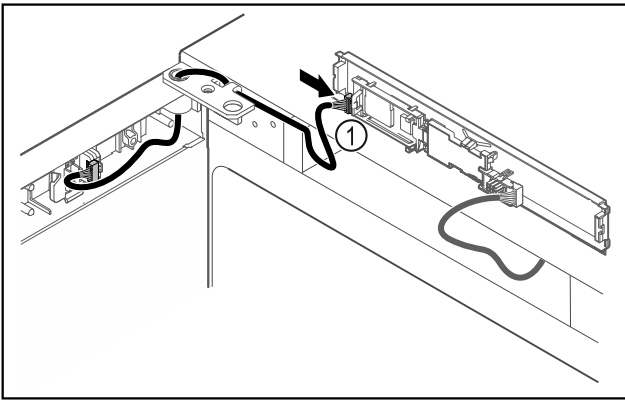

Fig. 43
- ▶ Collegare il connettore Fig. 43 [1] sulla scheda.